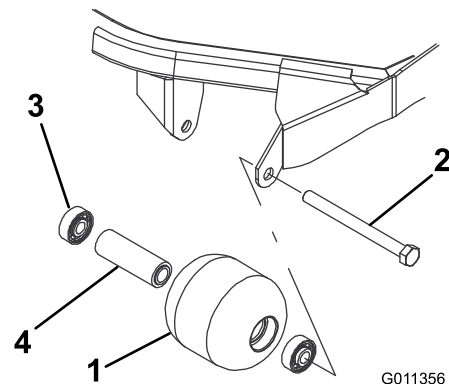

Figura 63
1. Retire el perno de montaje del rodillo (Figura 63).
4. Inspeccione el alojamiento del rodillo, los cojinetes, y el espaciador del cojinete (Figura 63). Sustituya cualquier componente dañado y ensámblelos.
1. Introduzca a presión el primer cojinete en el alojamiento del rodillo (Figura 63). Haga presión solamente sobre el anillo de rodadura exterior, o de forma igual sobre el anillo exterior y el interior.
2. Introduzca el espaciador (Figura 63).
3. Introduzca a presión el segundo cojinete en el alojamiento del rodillo (Figura 63). Presione uniformemente sobre los anillos de rodadura interior y exterior hasta que el anillo interior entre en contacto con el espaciador.